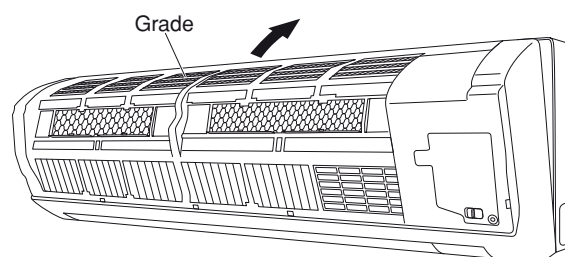
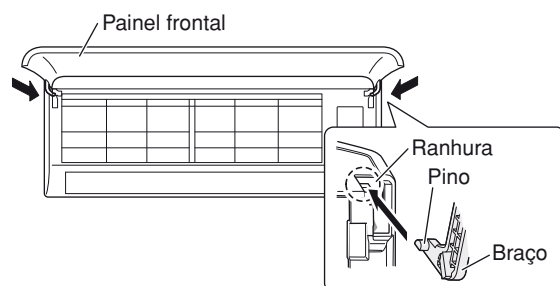

Fig. 18b-2
Fig. 18c-2
- (1) Ao instalar a grade, coloque a parte inferior da grade na armação primeiro. (Fig. 18b-2) Logo, insira as lingüetas na parte superior da grade e/ou a cara frontal na armação.
- (2) Certifique-se de que a grade e a armação estejam firmemente ajustadas juntas engrenando as lingüetas.
- (3) Pressione a saída de descarga de ar firmemente com a mão para garantir que não fique nenhuma folga entre a unidade principal e a grade.
- (4) Aperte os 3 parafusos e feche as tampas de parafuso.
- (5) Segure as seções perto dos braços do painel frontal em ambos lados, segure o painel frontal de modo que fique quase na horizontal, traga os eixos dos braços em contato com a parte superior das ranhuras nos lados direito e esquerdo do aparelho de ar condicionado e, em seguida, empurre firmemente até que os eixos dos braços se encaixem em posição. (Fig. 18c-2)